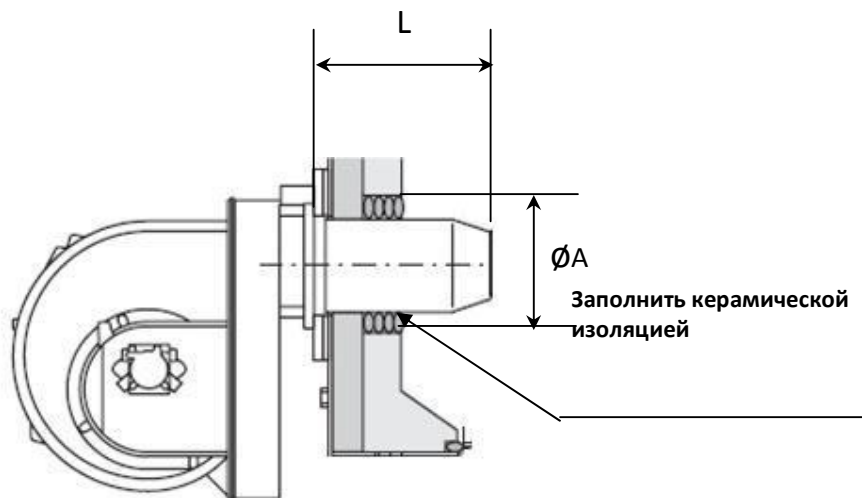

Рисунок 7: Схема установки горелки
- c. должна иметь соответствующую длину пламенной трубы, указанную для каждого парового котла (см. рис. 7 на стр. 24 и таблицу 4 на стр. 25).